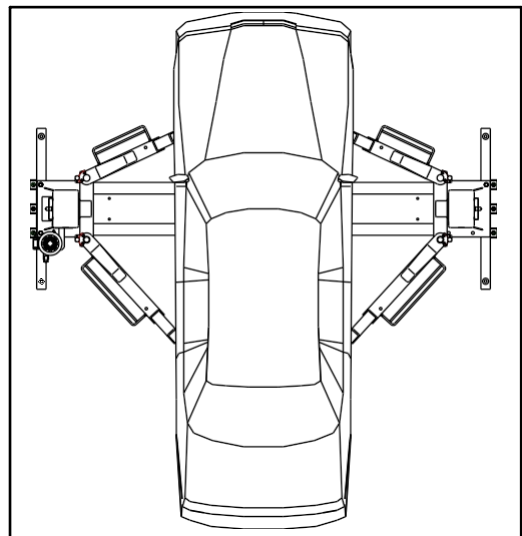

Fig. 10 Veículo corretamente carregado
É importante posicionar o veículo no elevador de modo a que o peso seja corretamente distribuído pelos braços. (Fig. 10) Para segurança das pessoas e do equipamento, é importante que:
- ◆ O veículo está corretamente posicionado. (Fig. 10)